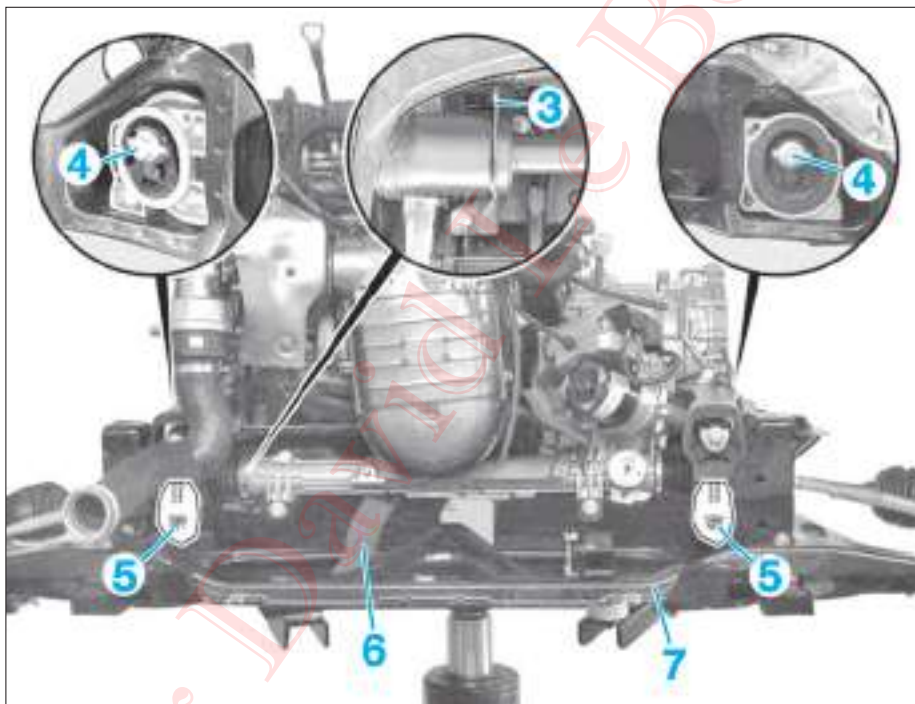

FIG. 71
- Déposer le moteur du berceau (Fig.71) :
- déposer le support de palier (3),
- déposer les vis (4) des silentblochs arrière,
- déposer les écrous (5) des silentblochs avant,
- déposer la durit (6),
- soulever l'ensemble moteur – boîte et le séparer du berceau (7).